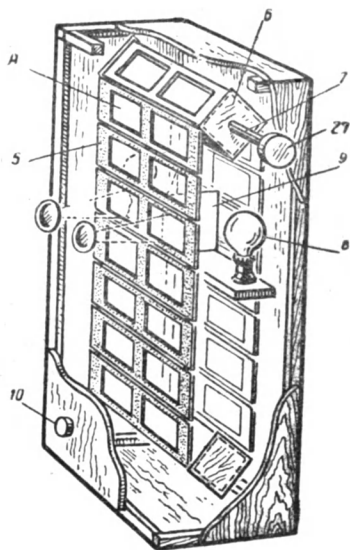

Рис. 21. Детали стереоскопа.
Корпус стереоскопа (1) сделан в виде продолговатого ящика. С передней стороны выступает коробка (2) с двумя линзами (4) в передвижной оправе (3). Стереодиапозитивы (А) помещены внутри ящика на особой подвижной ленте (5) из фанерных рамок (рис. 21). Лента висит на валике (6) квадратного сечения. Ось (7) валика выходит
Прибор собирайте в следующей последовательности: сначала наденьте ленту на валик таким образом, чтобы выступы валика пришли в зазоры между пластинками ленты. Вложите валик внутрь корпуса и через боковые отверстия корпуса пропустите куски оси валика, плотно вогнав ось в углубления торцевых сторон валика. На правый конец оси (7) укрепите головку (27) для вращения валика (рис. 21). Вставьте внутрь ленты осветитель и прикрепите его шурупами к боковым стенкам корпуса по ранее сделанным отметкам.